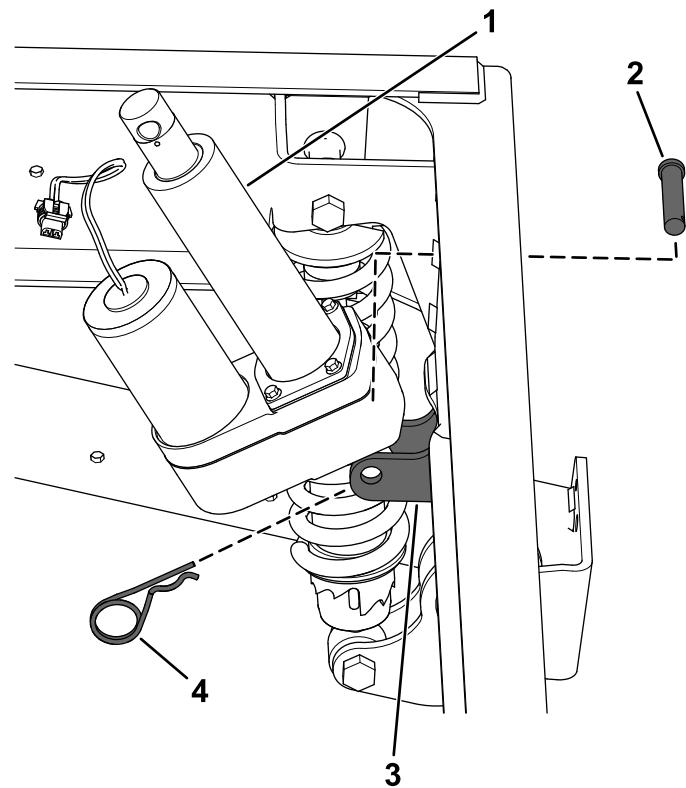

図 10
- 昇降アクチュエータの下側にある取りつけ穴を、シャーシ側取りつけブラケットの穴に合わせる図10。
- 昇降アクチュエータをシャーシ側ブラケットに固定する クレビスピン2-1/4"とヘアピンを使用する図10。